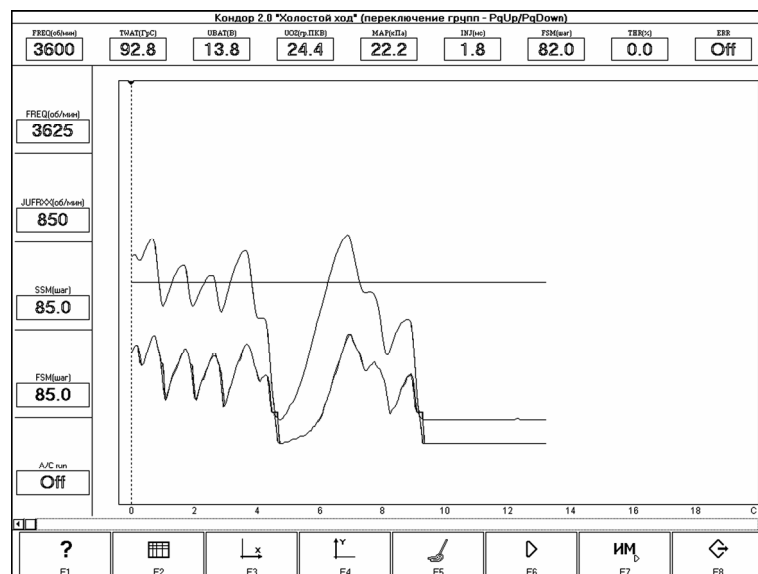

Рис. 9. Набор параметров «Холостой ход» (режим отображения параметров на один экран).
- все аналоговые параметры наблюдаются на одном экране лучами разных цветов. В левой части экрана располагаются цифровое табло текущих значений всех параметров, входящих в набор. При этом цвет отображения параметра в цифровом виде соответствует цвету луча, которым он рисуется на графике (Рис. 9).